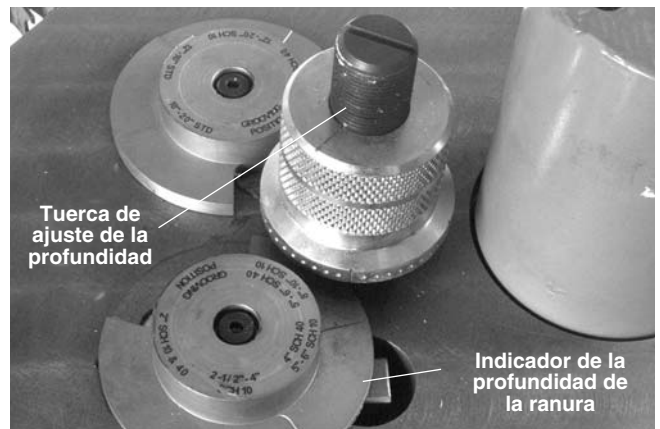

Figura 15
2. Coloque la sección correcta del indicador debajo de la tuerca de ajuste (*Figura 15*).